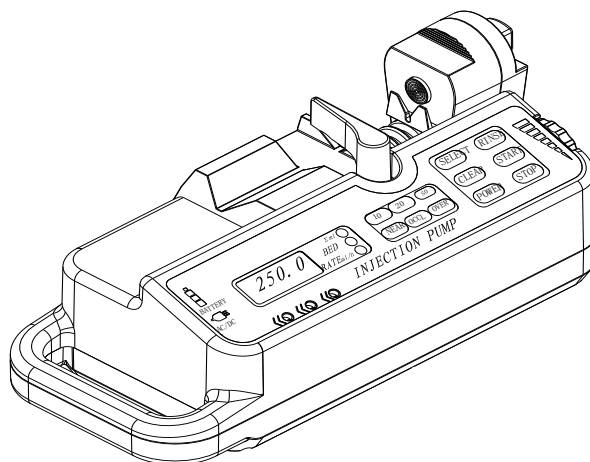

Рис. 2
(1) В случае наличия установленного шприца, осуществите его разболчивание.
(2) Включите питание; дозатор шприцевой начнет самодиагностику, и поочередно загорятся все световые индикаторы. После завершения самодиагностики на жидкокристаллическом дисплее появится величина скорости (“*RATE*”), равная 0,1 мл/ч (см. рис. 2):